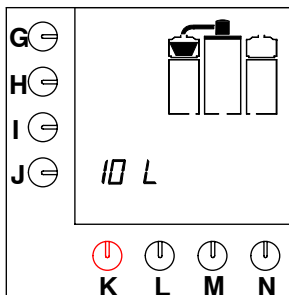

Fig. 9 Periodo de goteo
- Tan pronto como se ha llenado el contenedor de café, el display muestra intermitentemente el cestillo de filtro durante el periodo de goteo, ver fig. 9 .
- Se enciende el piloto indicador. El display mostrará los ajustes vigentes por estándar, ver fig. 9 .